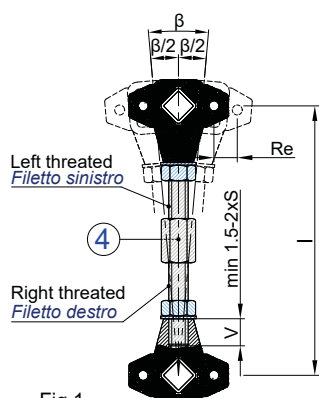
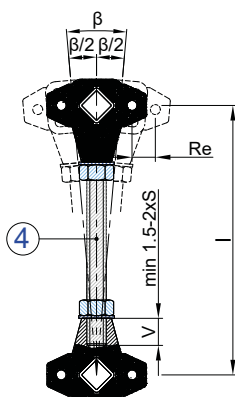

Fig.1
Fig.2
🇬🇧 We recommend that you follow the diagram Fig.1 Part.4 in order to make a suspension with the BT-F elements. The system Fig.2 focuses on the use of a link unit (4) with opposite threaded ends (right-hand and left-hand) obtained from an hexagonal bar. By assembling one BT-F with one BT-FS for each suspension, you can adjust the chute where the material is conveyed.
🇮🇹 Per realizzare una sospensione con gli elementi BT-F consigliamo di realizzare una barra di supporto, Fig.1 Part.4. Il sistema di Fig.2 prevede l'utilizzo di un'unità di collegamento (4) avente ai capi una filettatura inversa (una destrorsa e l'altra sinistrorsa), ricavata da barra esagonale. Assemblando poi per ogni sospensione un BT-F ad un BT-FS si riuscirà a regolare la grondaia del materiale.
🇬🇧 The system Fig.2 represents the diagram of a fixed suspension. This system can be made with a link unit (4) from a threaded bar with two BT-F mounted at both ends.
🇮🇹 Il sistema di Fig.2 rappresenta lo schema di una sospensione fissa. Questa esecuzione prevede l'utilizzo di un'unità di collegamento (4) realizzata con una barra filettata, avente ai capi due BT-F.